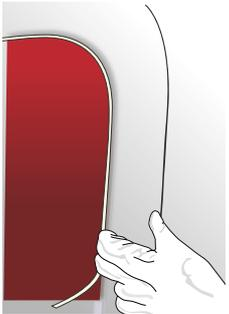

Abbildung 16
- › Erneut ist ein TIRODECO- oder WRAPKNIFE-Streifen auf der Folie, entlang des vorher durchgeführten Schnitts so anzubringen, dass dann letztendlich eine Folienüberlappung von ungefähr 3 mm entsteht. (Abb. 16)